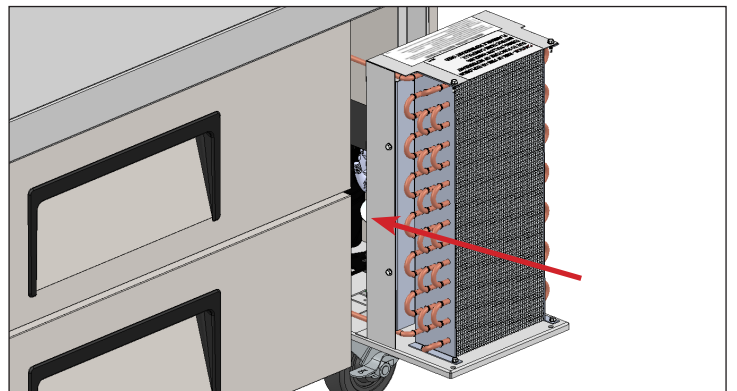

Abb. 6 Setzen Sie die Verflüssigereinheit vorsichtig wieder ein und drehen Sie die Schrauben ein.
9. Halterungen der Verflüssigerröhren wieder anbringen (sofern zutreffend). Die Kompressoreinheit vorsichtig wieder einsetzen und festschrauben. Siehe Abb. 6.